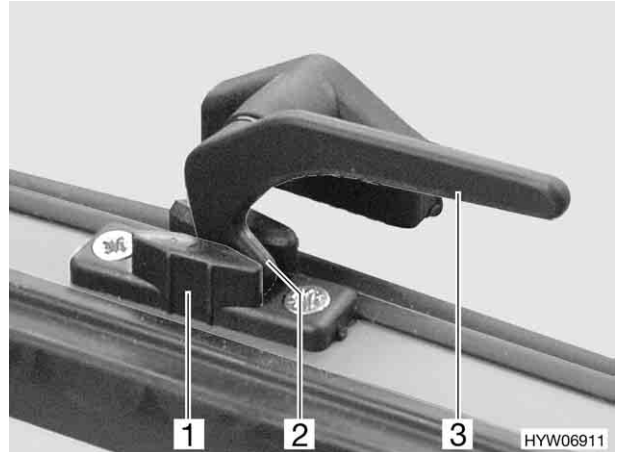

Fig. 48 Levier de verrouillage sans bouton de sécurité en position "Aération permanente"
- Aération permanente (Fig. 48 ou Fig. 49) ou
- Positionner le levier de verrouillage (Fig. 48,3 ou Fig. 49,4) à la verticale ou le tourner d'un quart de tour vers le centre de la fenêtre.
- Le cas échéant, appuyer sur le bouton de sécurité (Fig. 48,3) et le maintenir enfoncé.
- Remettre le levier de verrouillage en position initiale. Introduire le tenon de verrouillage (Fig. 48,2) dans le logement prévu à cet effet dans le verrouillage de fenêtre (Fig. 48,1), ou la fourche (Fig. 49,2) du levier de verrouillage dans le verrouillage de fenêtre (Fig. 49,1).